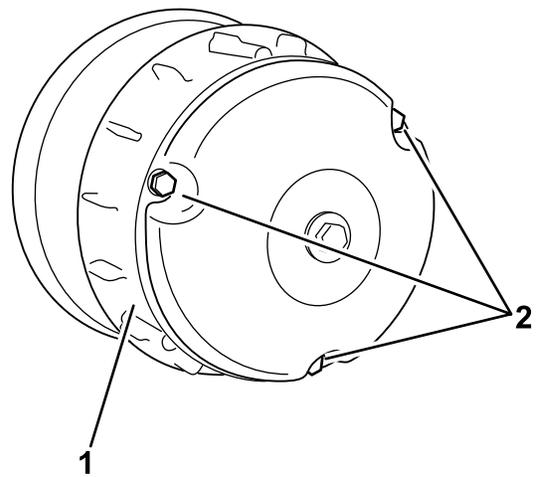

Bild 50
- Setzen Sie die Kupplungsabdeckung auf und befestigen Sie sie mit den drei in Schritt 1 entfernten Schrauben (Bild 50).
- Entfernen Sie die drei Schrauben, mit denen die Abdeckung an der Kupplung befestigt ist, und nehmen Sie die Abdeckung ab (Bild 50).